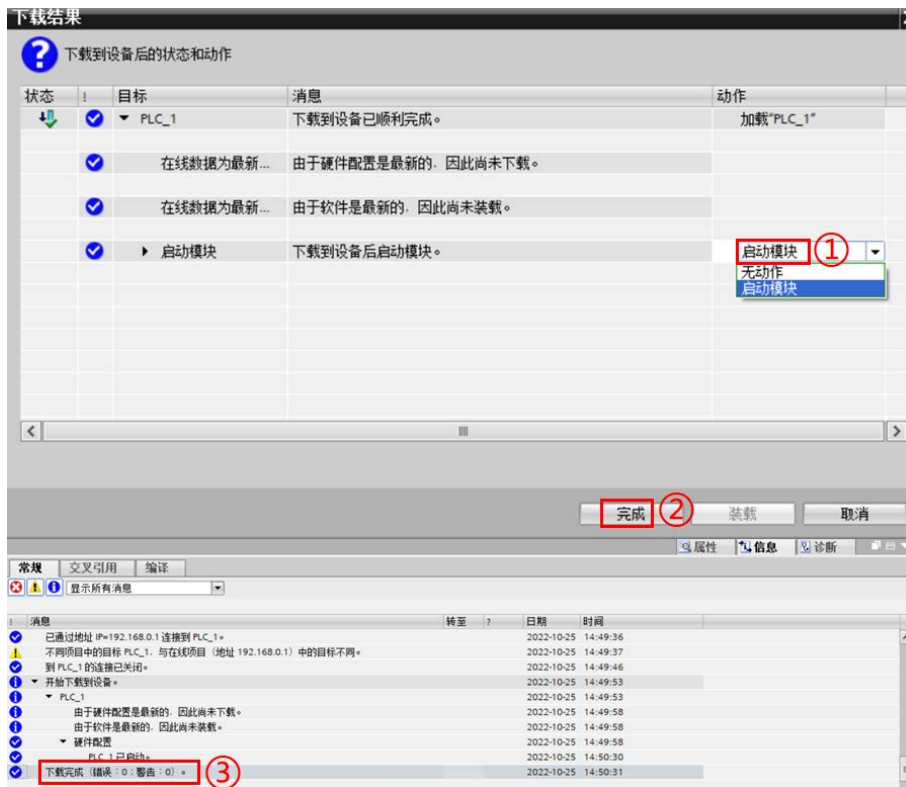

图 3.16 下载 PLC 组态配置（五）
- 5) 在完成下载后，如需启动模块则在下载结果窗口选择【全部启动】选项，然后点击【完成】按钮关闭窗口，同时在信息栏内看到下载完成的提示，如图 3.16 所示。